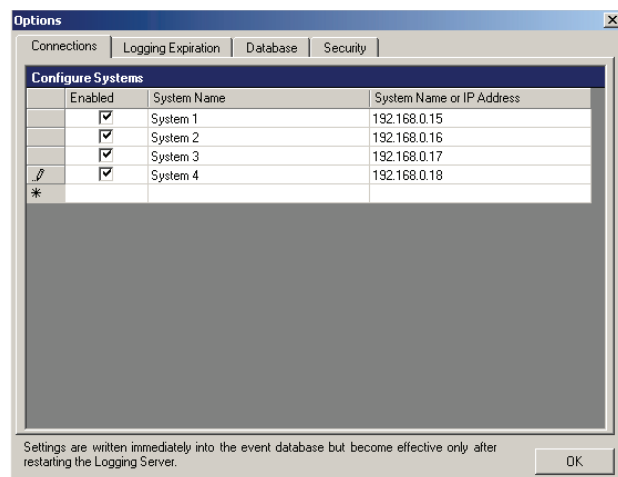

Abb. 56.8: System hinzufügen (3)
- 3 Klicken Sie auf das Feld *System Name or IP Address* und geben Sie die IP-Adresse bzw. den Namen des Netzwerkcontrollers des Systems ein, zu dem der *Logging Server* eine Verbindung herstellen soll. Beispiel: *192.168.0.18* (siehe Abb. 56.8).